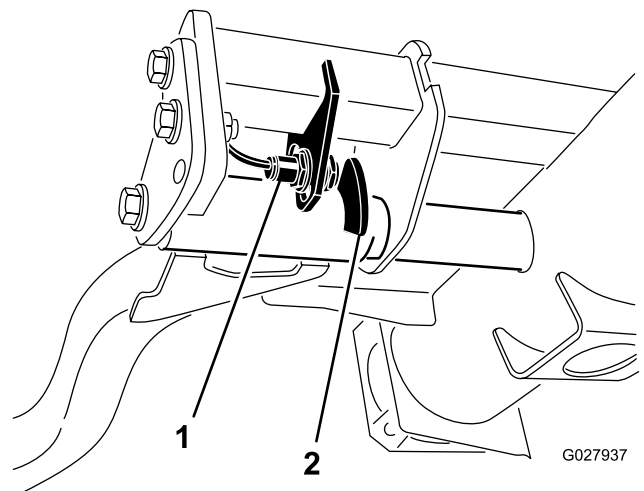

Figure 54
2. Le contacteur des bras de levage se trouve sous le réservoir hydraulique, derrière le bras de levage avant droit (Figure 54).
3. Desserrez les vis de fixation du contacteur et descendez le contacteur pour augmenter la hauteur du changement de direction des bras de levage ou montez-le pour réduire la hauteur du changement de direction (Figure 54).